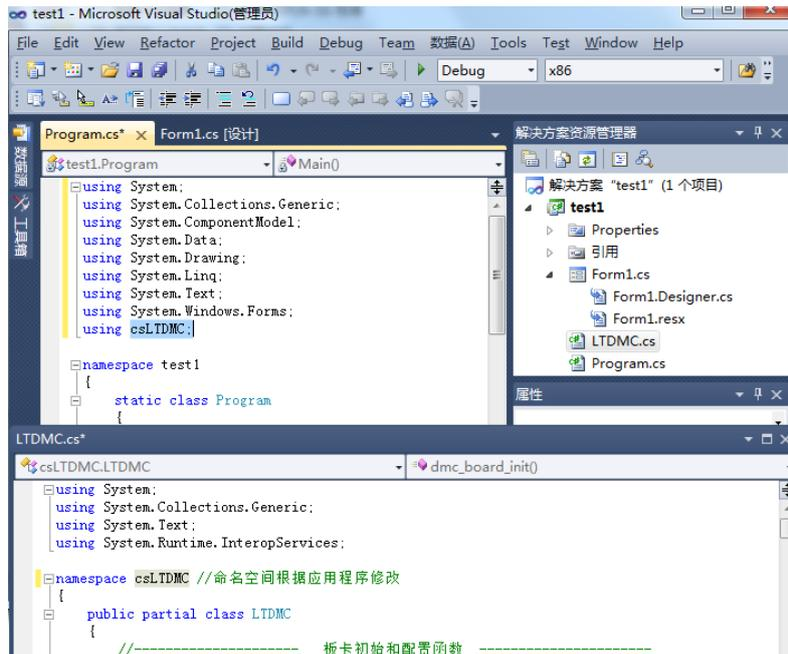

图 5.15 添加控制器的命名空间
6) 在代码文件开头处添加控制器的命名空间：`using csLTDMC`；如图 5.15 所示。